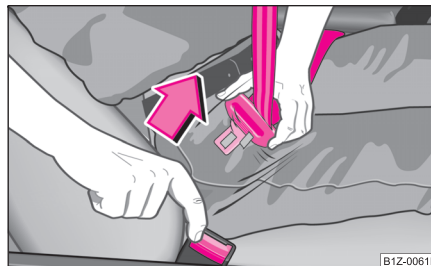

Fig. 124 Eliberarea elementului de prindere din dispozitiv
- Apăsați tasta roșie din dispozitivul de blocare ⇒ fig. 124. Elementul de prindere va sări singur sub acțiunea unui arc.